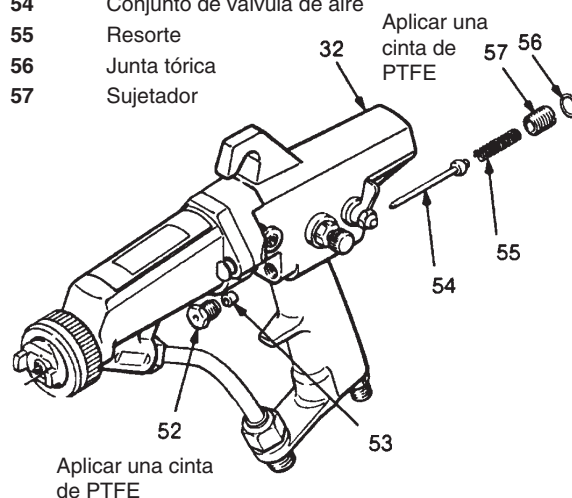

Fig. 23
1. Mediante un destornillador, retirar el sujetador (57), el resorte (55) y la válvula de aire (54). Ver Fig. 23.
3. Mediante una llave (63b), desenroscar y retirar la guía (52) y la guarnición (53) de la parte anterior de la empuñadura de la pistola (32).